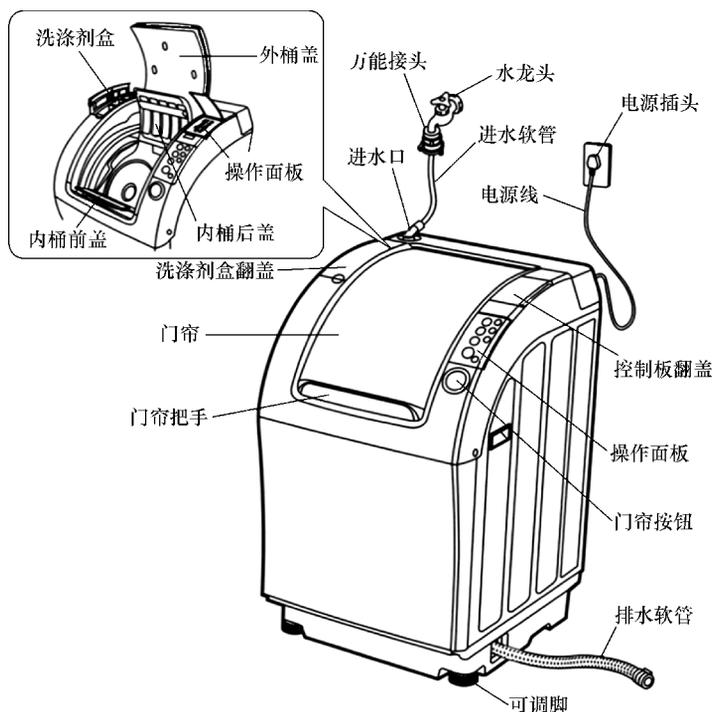

图 6-82 三洋 XQG85 - T801BH 型顶开式滚筒洗干一体机外形结构
**【附注】**三洋 XQG85 - T801BH 型顶开式滚筒洗干一体机外形结构如图 6-82 所示。